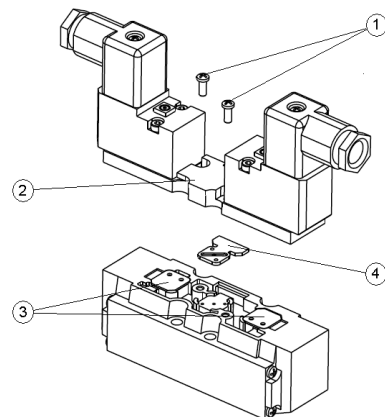

Figura 17
4.2 Interruttore pilotaggio – Piastra di funzionamento (vedi Figura 17)